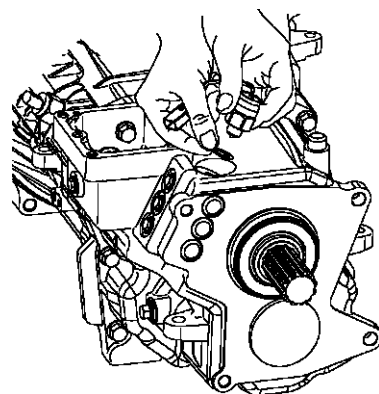

Рис. 6.4. Снятие и установка выключателя лампы заднего хода.
4. Снимите выключатель лампы заднего хода (рис. 6.4).